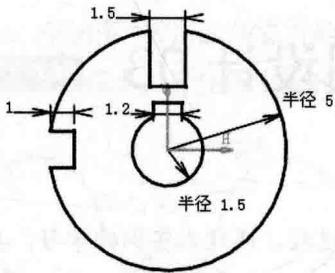

图 2.5 添加水平约束
Step5. 添加图 2.5 所示的水平约束。选择下拉菜单 **插入** → **约束** → **约束创建** → **水平** 命令; 标注图中的各直线尺寸。